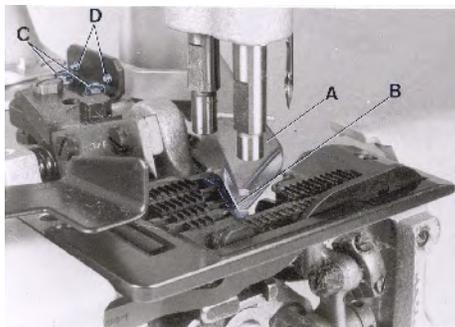

Fig. 24
The adhesive tape folder (A, Fig. 24) has to be assembled so, that it fits close to the bevelling of the cut-out in the throat plate (see Fig. 24). The inner lower edge of the folder mouth (B) must be flush with the top surface of throat plate, and set as far to the left in the throat plate cut-out so the adhesive tape will fully cover the closed bag opening. The folder bracket and the folder can be set accordingly after loosening screws (C and D, Fig. 24). Retighten screws.
Der Klebband-Einfaßapparat (A, Fig. 24) muß so montiert sein, daß er satt an der Schräge des Ausschnitts in der Stichplatte anliegt (siehe Fig. 24). Die innere untere Kante des Apparate-Mundstücks (B) muß mit der Stichplattenoberfläche eben sein und so weit nach links in den Stichplattenausschnitt gestellt werden, daß das Klebband die zugenähte Sacköffnung voll umschließt. Der Apparatehalter und der Apparat können nach Lösen der Schrauben (C und D, Fig. 24) entsprechend eingestellt werden. Ziehen Sie die Schrauben wieder an.